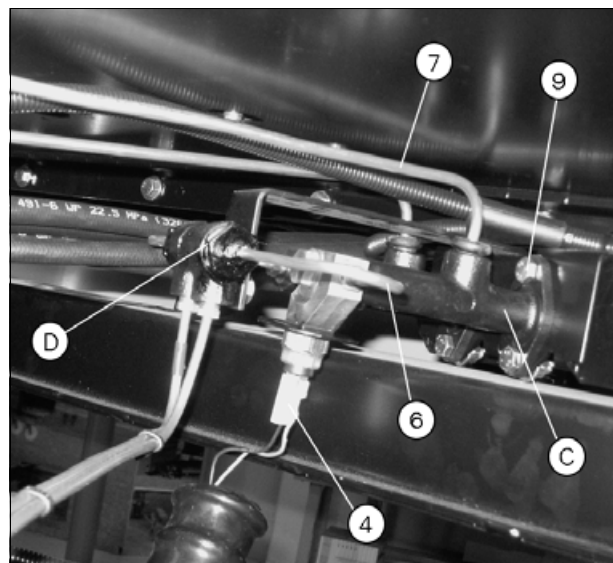
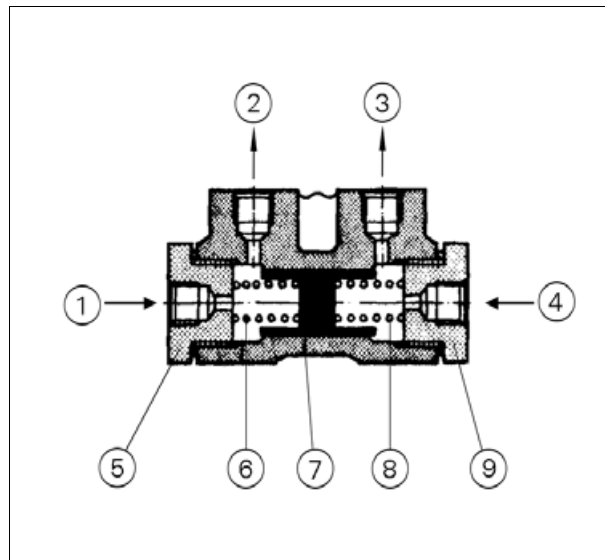

Рис. 10.
Рис. 14.
- При установке педали необходимо обеспечить высоту над полом (X) равной 240 мм (прибл. 220 мм над ковриком). Настройка высоты выполняется с помощью настроечного винта (F) рис. 14.
**ВАЖНО:** При демонтаже главного цилиндра (D) рис. 10 убедитесь, что стопорное кольцо (7) установлено, как показано на рис. 14. Если оно установлено неправильно, сброс давления тормозной жидкости невозможен.